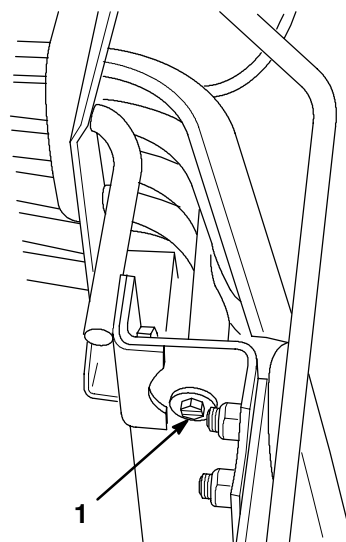

Figure 54
2. Déposer la calandre du tracteur : soulever le capot et dévisser les deux vis et rondelles de fixation de la calandre (Fig. 54), puis refermer le capot et tirer la calandre vers soi.
7. Remonter la calandre du tracteur et la fixer à l'aide des deux vis et rondelles enlevées précédemment (Fig. 54).
5. Remonter la calandre du tracteur et la fixer à l'aide des deux vis et rondelles enlevées précédemment (Fig. 54).